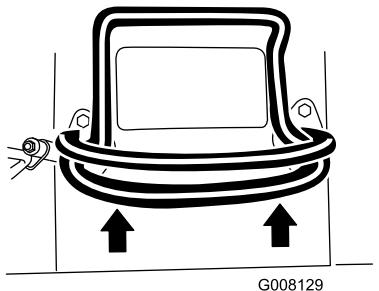

Figure 10
- Pour vous déplacer en marche avant, poussez la commande de déplacement en avant (Figure 10).